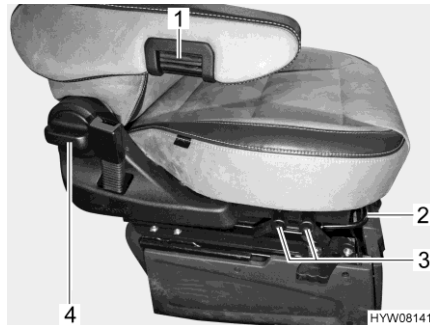

Fig. 19 Réglage des sièges
- Tirer l'étrier (Fig. 19,2) vers le haut.
- Tirer le levier correspondant (Fig. 19,3) vers le haut.
- Tourner la poignée (Fig. 19,4).
- Faire tourner la roulette moletée (Fig. 19,1) pour le réglage de précision. L'accoudoir s'incline vers le haut ou le bas suivant le sens de rotation.